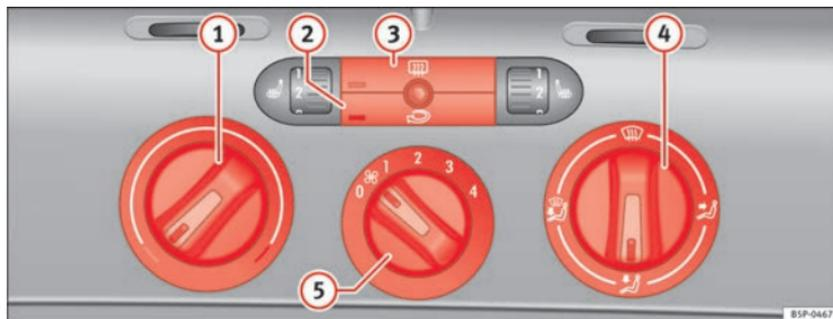

Fig. 125 Sur la planche de bord : éléments de commande du chauffage
- Les régulateurs ⇒ fig. 125 ① et ④ et la commande ⑤ permettent de régler la température, la répartition de l'air et la vitesse de la turbine.
- Appuyez sur la touche ② ou sur la touche ③ pour activer ou désactiver la fonction correspondante. Quand la fonction est active, le rectangle situé sur le coin inférieur gauche de la touche s'allume.